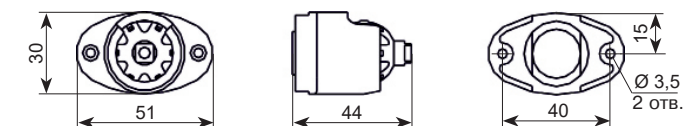

Рисунок 4
- При установке без кронштейна: открутите фиксирующий винт и извлеките плату из основания корпуса, вскройте отверстия в основании (рис. 4а), установите в отверстия дюбеля и закрепите основание на стене при помощи шурупов, установите плату в основание, зафиксировав винтом.
- При установке датчика на кронштейн: просверлите в стене отверстия, согласно отверстиям на основании кронштейна (рис. 4б), установите в них дюбеля. Вставьте поворотный шар в кронштейн и закрепите кронштейн на стене при помощи шурупов. Вскройте в основании корпуса отверстие для крепления к кронштейну и закрепите основание на кронштейне с помощью винта.